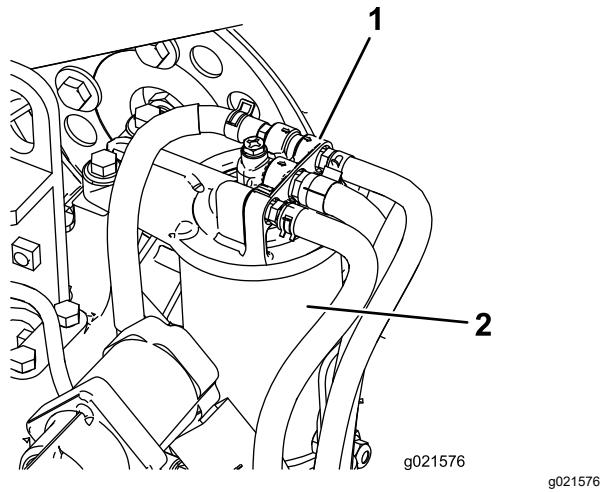

Figura 77
1. Pulite le superfici circostanti la testa del filtro del carburante (Figura 77).
2. Togliete il filtro e pulite la superficie di montaggio della testa del filtro (Figura 77).